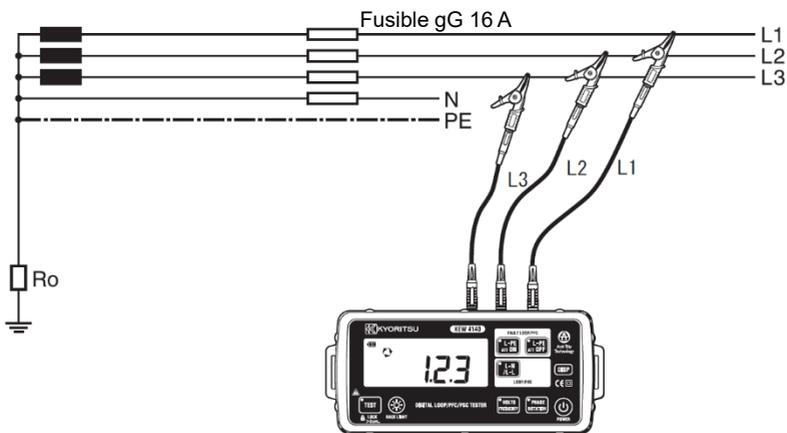

Fig. 8-2
3. Conecte los cables de prueba al circuito. (Fig. 8-2)